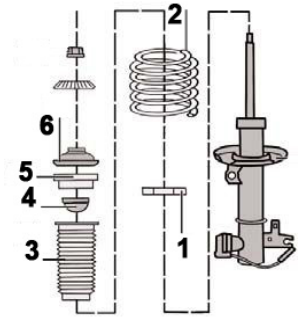

Fig. 7:
- **Fig. 7** Federbein in geeignete Haltevorrichtung klemmen und Federspanner ansetzen.
- **Fig. 7** Clamp the suspension strut in a suitable holding device and apply spring tensioner.
- **Fig. 7** Insérer la jambe de force dans un dispositif de support approprié et fixer le tendeur de ressort.
- **Fig. 7** Fijar el amortiguador con ayuda de un dispositivo apropiado y colocar el tensor de resorte.
- **Fig. 7** Original Fahrwerksfeder mit den Anbauteilen (1 - 6) aufsetzen.
- **Fig. 7** Position original suspension spring with add-on parts (1 - 6).
- **Fig. 7** Mettre en place le ressort d'essieu d'origine avec les composants (1 - 6).
- **Fig. 7** Colocar el muelle original del vehículo con las piezas adicionales (1 - 6).